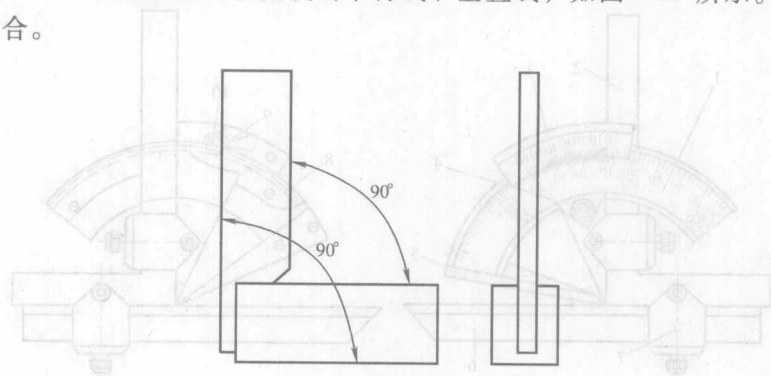

图 1-23 直角尺
(2) 直角尺 可用于测量垂直度或划平行线、垂直线,如图 1-23 所示。使用时尺座内侧与基准面重合。